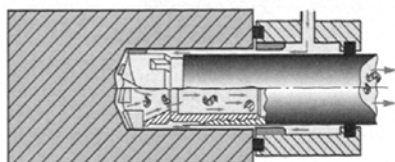

图7
(5) 切削液 切削液主要有油和乳化液两种,切削液不仅可以起到润滑、冷却效果,还可以改善工件加工表面质量,一般切削液温度控制在 $30^{\circ} \sim 40^{\circ}$ 。由于乳化液可以起到清洁工件的效果,同时乳化液适用于大多数材料,因此切削液选用乳化液;由于机床采用单管钻系统,如图 7 所示。单管钻系统的原理是外切削液供给和内切屑排送;钻头是靠矩形螺纹与钻杆相联接,切削液经过钻杆外壁与工件孔壁之间的间隙实现进给,将切屑通过钻管内孔排出,由于切削液速度很高,所以切屑可以无障碍通过钻管。